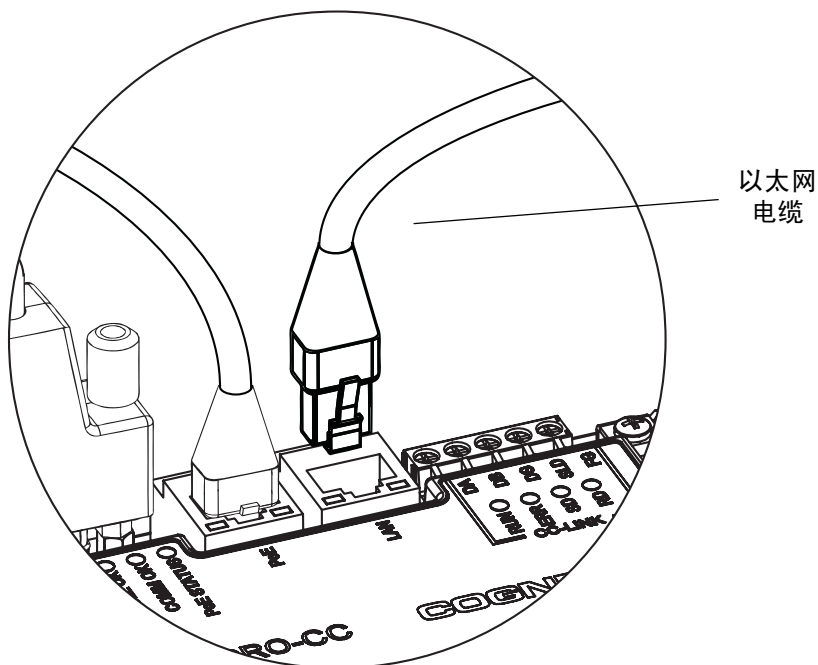

图 2-10: 将 I/O 模块连接到网络
11. 通过将以太网电缆的一端插入到 I/O 模块的 LAN RJ-45 端口，然后将另一端接入网络，将 I/O 模块连接到以太网网络，如图 2-10 所示。